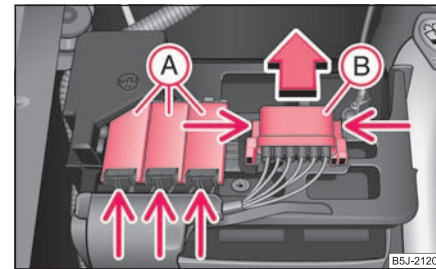

Abb. 209 Batterie: Sicherungsdeckel
- Drücken Sie auf die Verrastungen der Sicherungsabdeckungen (A) ⇒ Abb. 209 und klappen Sie die Abdeckungen auf.
- Drücken Sie die Verrastungen der Sicherungsabdeckung (B) gleichzeitig zusammen und schieben Sie die Abdeckung in Pfeilrichtung heraus.
- Einige Fahrzeuge sind nur mit der Abdeckung  ausgestattet ⇒ Seite 223, Abb. 209. ■